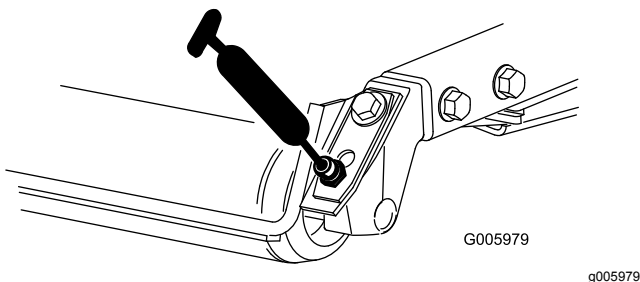

Bild 38
- Heckrollenlager (2 pro Mähwerk), wie in Bild 38 abgebildet